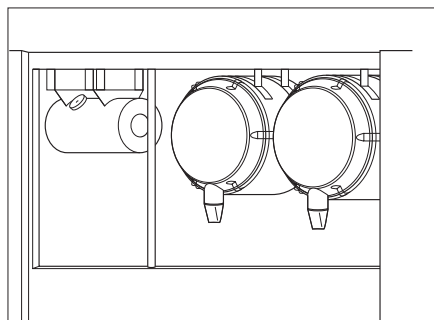

Fig. 27
- * Fixer à nouveau le couvercle du filtre à air comme illustré dans la figure 27
- * Fixer à nouveau le couvercle du filtre à air comme illustré à la figure 27